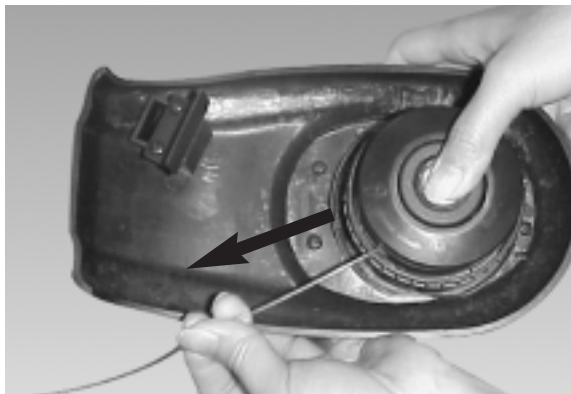

Fig. 23
9. Pour vérifier que le fil avance bien correctement, poussez le bouton avec votre pouce tout en tirant le fil avec vos doigts. Le fil doit pouvoir avancer librement. (Fig. 23).